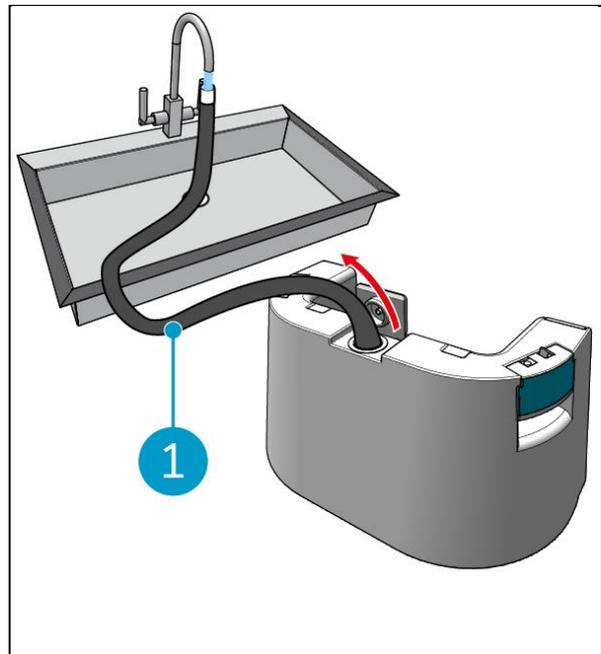

Figure 15
4. Retirer le tuyau de remplissage noir (Figure 15, pos. 1).
5. Remplir complètement le réservoir d'eau propre avec de l'eau propre, voir Figure 15.